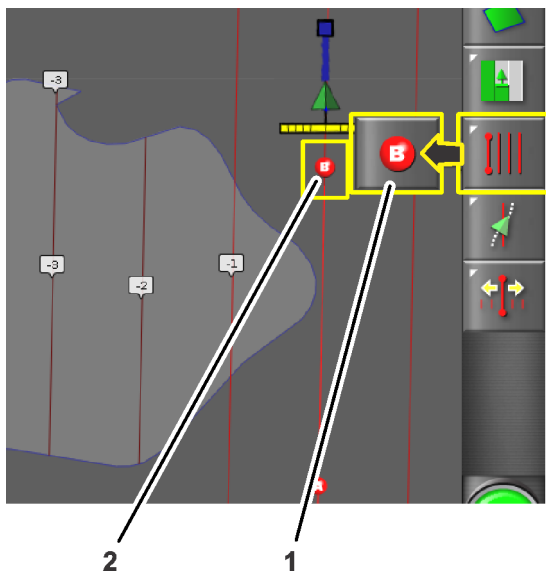

Figure 13
6. Conduisez la machine de l'autre côté de la limite du champ, à l'endroit que vous voulez référencer avec la ligne guide AB (Figure 13).
7. Appuyez sur l'icône de réglage du point B (Figure 13).